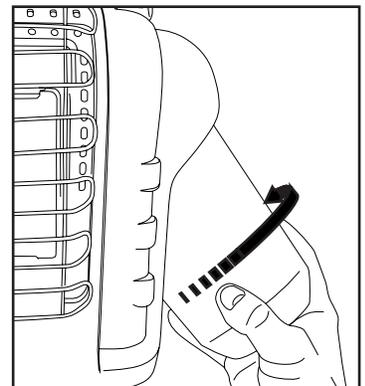

Figure 2 : Attachez le réservoir à carburant
- Faites pivoter le régulateur outward pour l'installation de réservoir facile. Vis 1 livre. le cylindre de réserves disponible du GAZ DE MICROSILLON dans le sens des aiguilles d'une montre (du fond) dans le chauffage portatif jusqu'à serré-demains; (voir figure 2). NE PAS utiliser du produit d'étanchéité pour filetages sur cette liaison
Inspectez visuellement la flamme de la veilleuse et le brûleur régulièrement au cours de l'utilisation. La flamme de la veilleuse doit être bleue, et non jaune, et s'étendra au-delà du thermocouple. La flamme doit entourer le thermocouple juste en-dessous de son extrémité (voir Figure 2, ci-dessous). Il est possible qu'une faible flamme jaune apparaisse là où se rencontrent la flamme veilleuse et la flamme principale du brûleur. Le brûleur doit être orange vif (avec un peu de bleu sur le contour; une brume rouge orangée visible sur le bloc céramique est acceptable) sans flamme apparente. Une flamme bleue qui s'échappe du bloc céramique indique une accumulation de poussière, de fibres ou de toiles d'araignée à l'intérieur du boîtier ou du compartiment du brûleur. Si la flamme veilleuse est jaune ou que le brûleur dégage une flamme visible, un nettoyage s'impose. Respectez la méthode suivante pour inspecter le boîtier et le compartiment du brûleur.
- 8 Inspectez et nettoyez la veilleuse (installée sur le support) à l'aide d'un aspirateur ou injectez de l'air comprimé dans les trous de la veilleuse, indiqués par les flèches de la figure 2, à gauche.